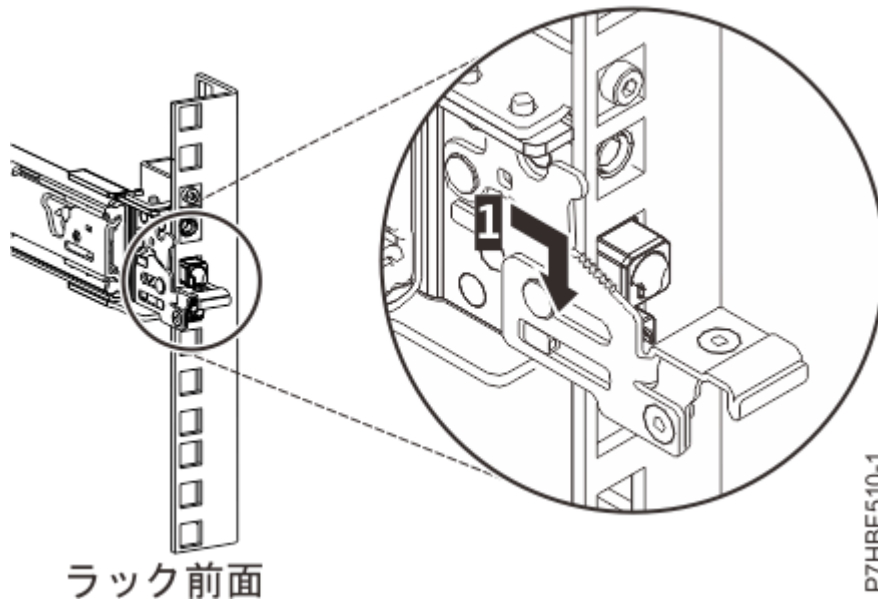

図 5. ラックの前面レールに取り付けられているピン
6. スライド・レールを前方に引き、レール前部の 3 つのピンを、事前にマークを付けた、選択済みの EIA 単位の穴に挿入します。スライド・レールを下方に下げて **(1)**、中央のピンのフック機構を噛み合わせます。詳しくは 6 ページの図 5 を参照してください。